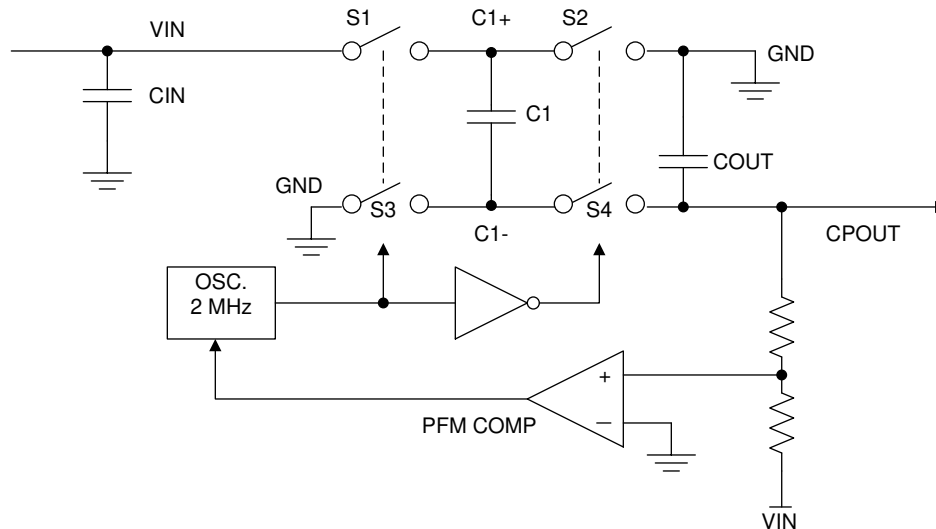

図 7-2. 電圧反転の原理
LM27761 の電圧インバータ部には、4 つの大型 CMOS スイッチが含まれており、これらは順番にスイッチングすることで入力電源電圧を反転します。エネルギーの転とストレージは、外付けコンデンサによって行われます。図 7-2 に、電圧スイッチ S2 と S4 が開いていることを示しています。2 番目の時間間隔では、S1 と S3 が開いています。同時に S2 と S4 が閉じており、C1 が C3 を充電しています。数サイクル後、C3 の両端の電圧が V_{IN} に昇圧されます。C3 のアノードはグラウンドに接続されているため、負荷電流がない場合、C3 のカソードの出力は $(-V_{IN})$ になります。負荷が追加された場合、出力電圧降下は寄生抵抗 (MOSFET スイッチの $R_{DS(ON)}$ とコンデンサの等価直列抵抗 (ESR)) とコンデンサ間の電荷移動損失によって決まります。
- R_{SW} は、図 7-2 に示す内部 MOSFET スイッチのオン抵抗の合計です。